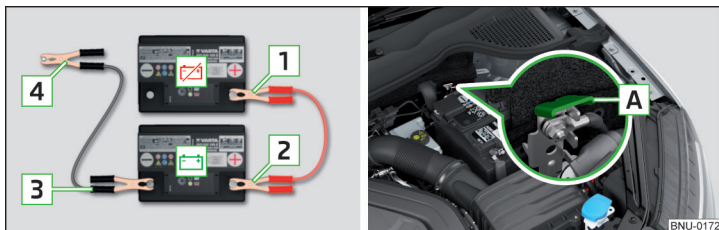

Fig. 317 Pornirea asistată: ⚡ - bateria descărcată, 🔋 - bateria furnizoare de curent/punctul de masă al motorului la sistem START-STOP
- ▶ La autovehiculele **cu** sistem START-STOP conectați clema **4** la punctul de masă al motorului **A** » fig. 317.